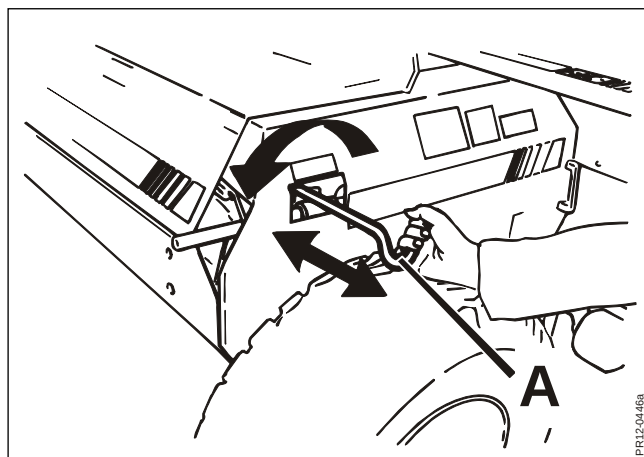

Fig. 4-13
- Fig. 4-13** 3. Régler la pierre d'affûtage afin qu'il y ait 2-3 mm de jeu entre la pierre et les couteaux en tournant à la main **A**.
- Fig. 4-13** 7. Approcher prudemment la pierre en tournant le levier **A** jusqu'à ce qu'elle touche le couteau. Déplacer la pierre en la faisant glisser dans un mouvement de va et vient. L'approcher un peu plus et répéter le mouvement de va et vient sur toute la largeur du rotor.